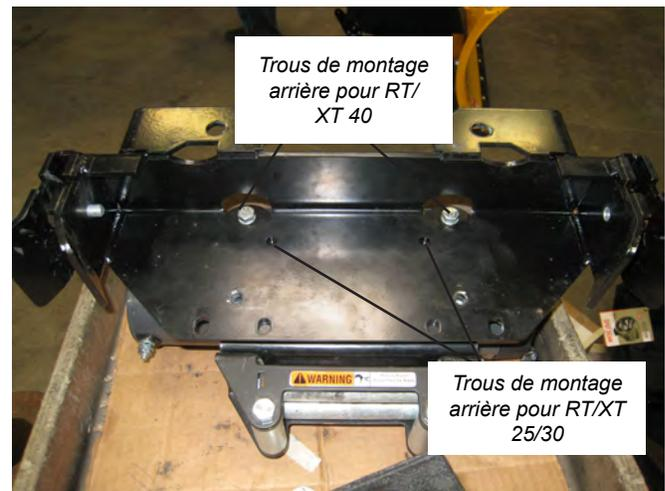

Figure 5 Bottom view of plow mount
5. Utilisez les trous de montage de treuil arrière pour installer le treuil sur le kit de montage de lame (A1). Utilisez les fixations fournies avec le kit de treuil. Ne serrez pas pour l'instant. Voir figure 5.